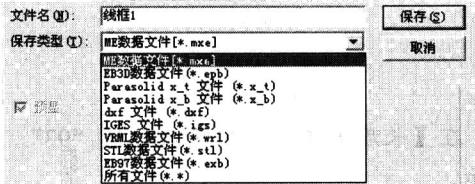

图1-17 保存类型
- 在对话框的【文件名】文本框中输入文件名“线框 1”，单击【保存(S)】按钮，系统即按所给文件名存盘。文件类型可以选用 ME 数据文件、EB3D 数据文件、Parasolidx_t 文件、Parasolidx_b 文件、dxf 文件、IGES 文件、STL 数据文件等，如图 1-17 所示。